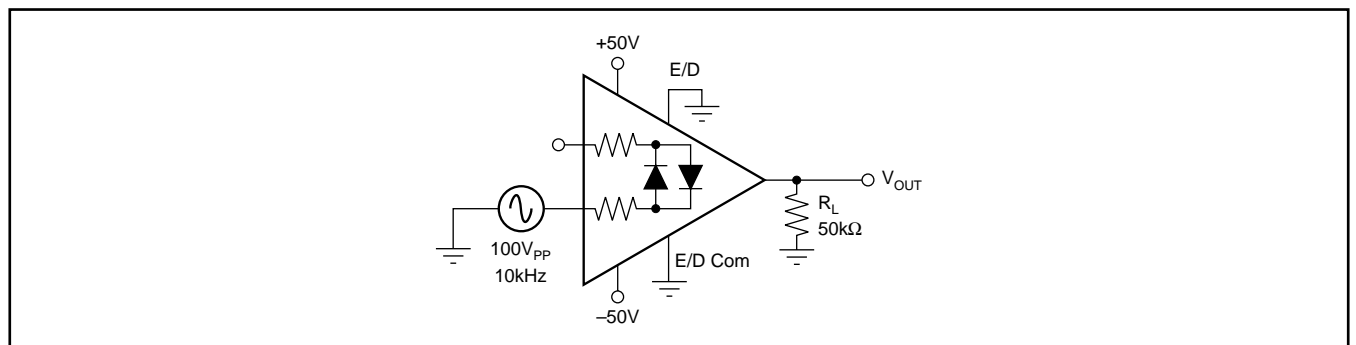

図 1. フィードスルー容量測定回路
(11) 図1を使用して測定。
(13) 電流制限の動作については、代表的特性曲線をご覧ください。